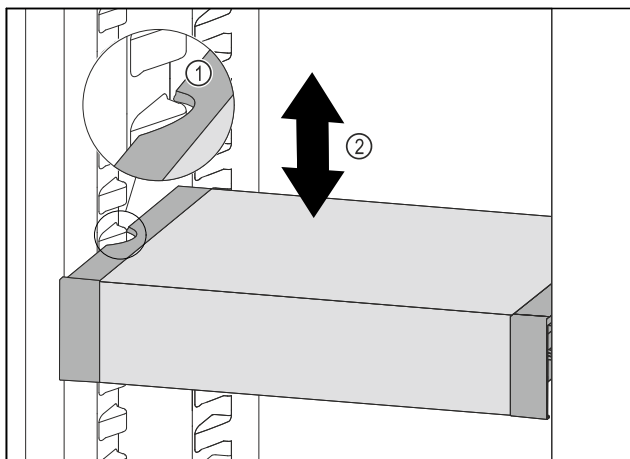

Fig. 113
- VarioSafe w chłodziarce przesunąć w górę lub w dół, aż zostanie osiągnięta żądana wysokość. Fig. 113 (2)